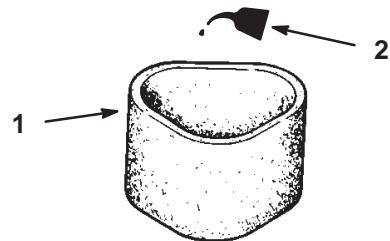

Bild 18
3. Gießen Sie 30–60 ml Öl auf den Einsatz (Bild 18). Drücken Sie den Einsatz, um das Öl zu verteilen.